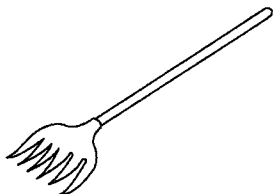

图 1-11 灰插子
(3) 灰插子 用于搅拌灰膏和叉灰膏, 如图 1-11 所示。